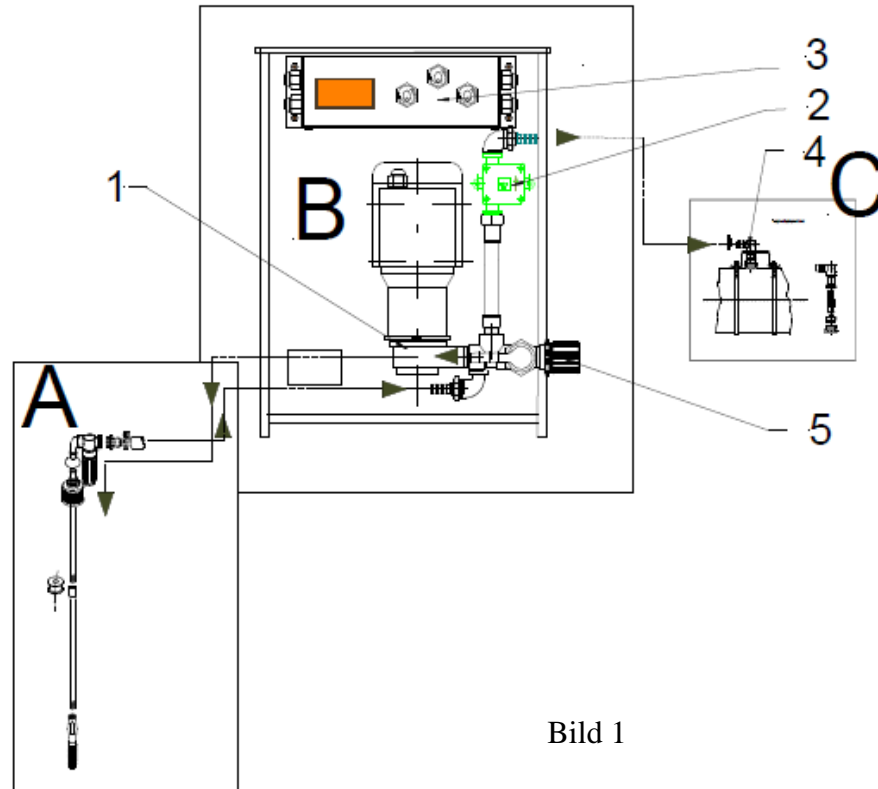

Bild 1
Nach Prüfung der Dichtheit mit Wasser werden der Ansaugstab, die Rücklaufleitung und der Druckschlauch mit Düse in einen Behälter mit Flüssigkeit gestellt und das Gerät eingeschaltet. Das Ventil (5) (Bild 1) ist dabei geöffnet. Sobald die Pumpe das Wasser angesaugt hat, wird das Ventil (5) solange zuge dreht, bis die Anzeige im Display die richtige Dosis in l/h anzeigt. Die Dosis erkennt man als Zahl in l/h alleine an ihrer Größenordnung.